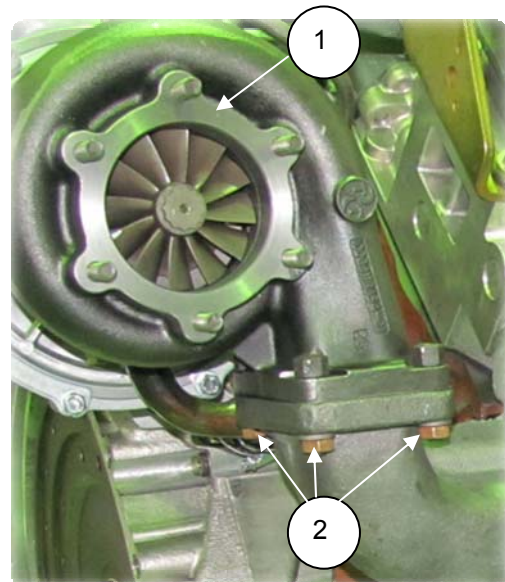

Рис. 2.22
3. Снять турбокомпрессор правый (1) (ТКР-100-03), отвернув 4 болта М10 (2) (S=14) его крепления (рис. 2.22);